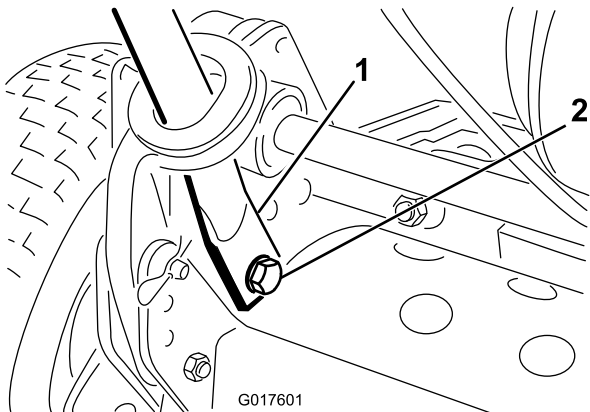

图3
- 卸下将手柄臂固定到机架后部的发卡销和环形销（图3）。
- 向内挤压手柄端部，并将其安装到安装销上（图3）。
- 用之前卸下的螺栓、垫圈和锁紧垫圈将手柄端部固定到安装销上（图3）。
- 用之前卸下的发卡销和环形销将手柄臂固定到机架后部（图3）。